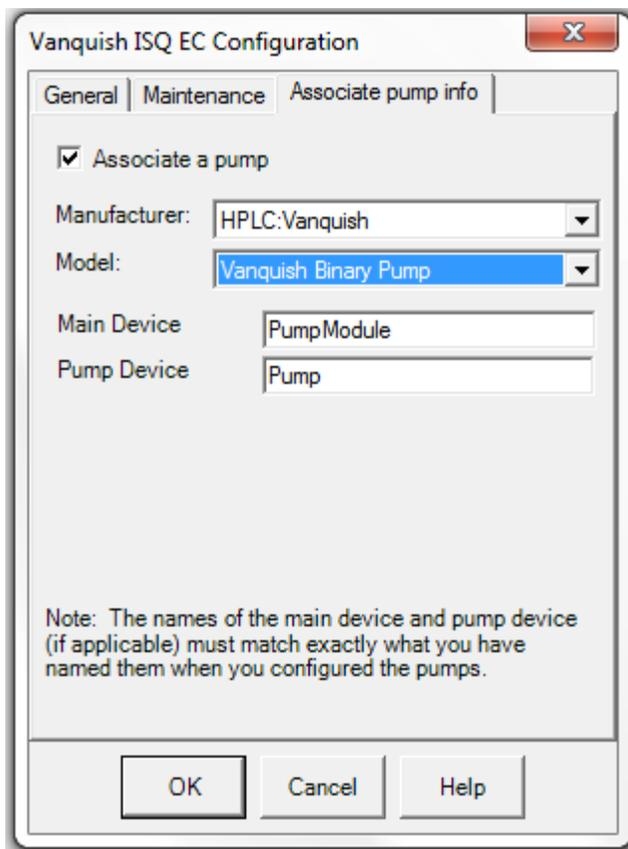

图 73: MS 配置—输入设备名称
- 29) 输入 **Main Device** (主设备) 和 **Pump Device** (泵设备) 名称。名称必须与泵的一致。见图 73。